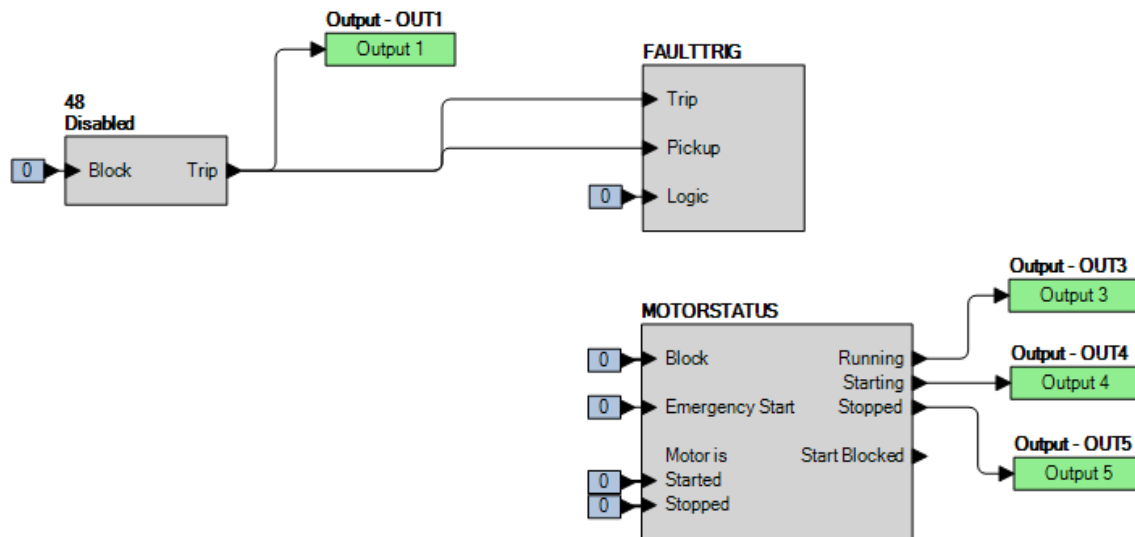

Figura 71-1. Ajustes de BESTlogicPlus
Paso 2: Utilice BESTCOMSPPlus para configurar la Lógica programable de BESTlogicPlus, como se muestra en la Figura 71-1. Tenga en cuenta que OUT3 (En funcionamiento) nunca se debe cerrar durante la prueba de la secuencia incompleta.
Paso 3: Prepárese para monitorear la operación de la función 48. El funcionamiento se puede verificar monitoreando OUT1 (Disparo). Consulte la Figura 71-1.
Paso 4: Conecte una fuente de corriente trifásica a los terminales D1 y D2 (IA), D3 y D4 (IB), y D5 y D6 (IC).